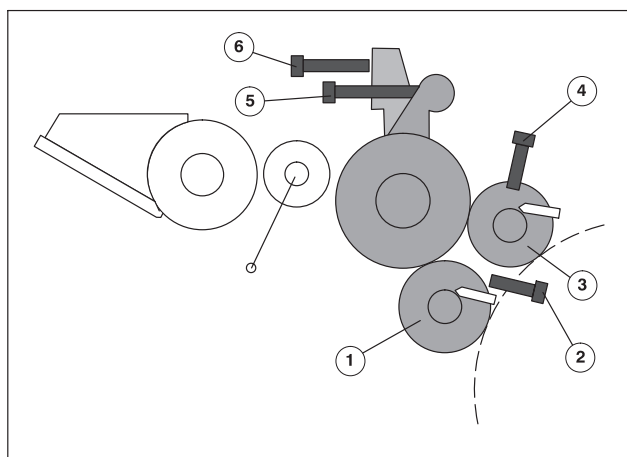

Рис. 5 Регулировка накатных валиков
- ❶ Поверните вал нумератора так, чтобы регулируемый накатной валик встал напротив нумератора.
- ❷ **Верхний накатной валик** (Рис. 5/❸): при вращении розового регулировочного винта (Рис. 5/❹) по часовой стрелке усилие прижима к нумератору увеличивается.
- ❸ **Нижний накатной валик** (Рис. 5/❶): при вращении оранжевого регулировочного винта (Рис. 5/❺) по часовой стрелке усилие прижима к нумератору уменьшается.